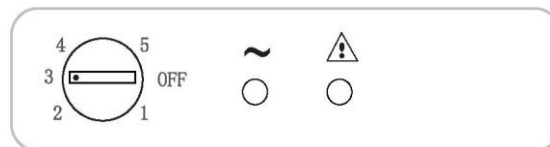

Fig. 3
1) Vrid reglaget till läge "0" (fig.3)